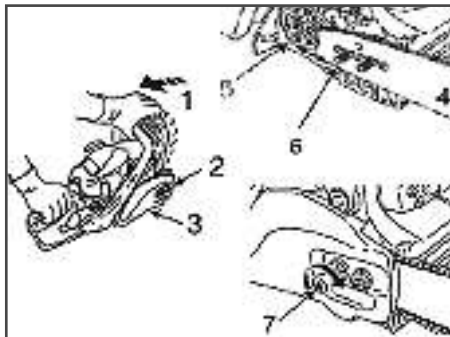

Рис. 2 Установка шины
1. Перед установкой шины и цепи убедитесь в том, что тормоз цепи находится в расторможенном положении. Для этого ручку тормоза 1 (Рис.2) потяните на себя до щелчка.
2. Открутите гайки 2 и снимите крышку шины 3 (Рис. 2).
3. Установите шину 4 пазом на шпильки крепления шины 6 и передвиньте ее в сторону муфты сцепления 5 для облегчения установки цепи (Рис. 2).
5. Вращая винт натяжителя цепи 7 (Рис. 2) против часовой стрелки, установите палец натяжителя в крайнее левое положение. Установите на место крышку шины 3 (Рис. 2).
8. Отрегулируйте натяжение цепи (см. раздел «Регулировка натяжения цепи») вращая винт натяжителя цепи 7 (Рис. 2) по часовой стрелке.